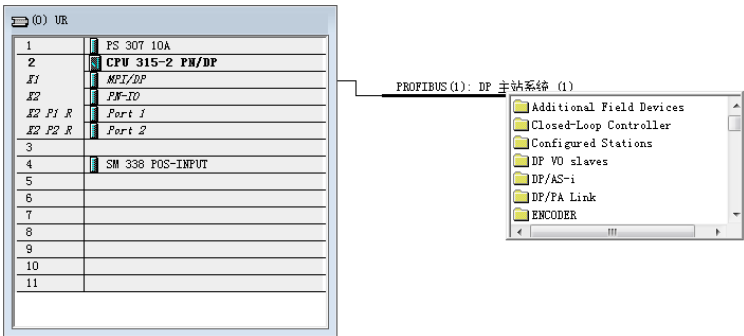

图 11
右键单击 PROFIBUS(1): DP 主站系统 (1) (DP master system (1)), 在弹出的对话框中点击插入对象 (Insert object) 如图 11 所示。